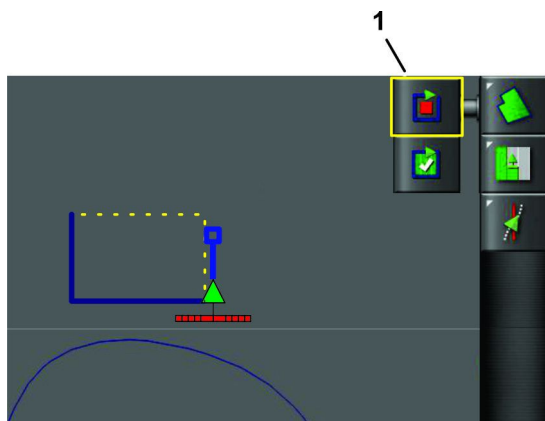

Рисунок 49
5. Повторите действия, описанные в пунктах 3 и 4, для всех оставшихся точек (Рисунок 49), за исключением последней открытой точки.